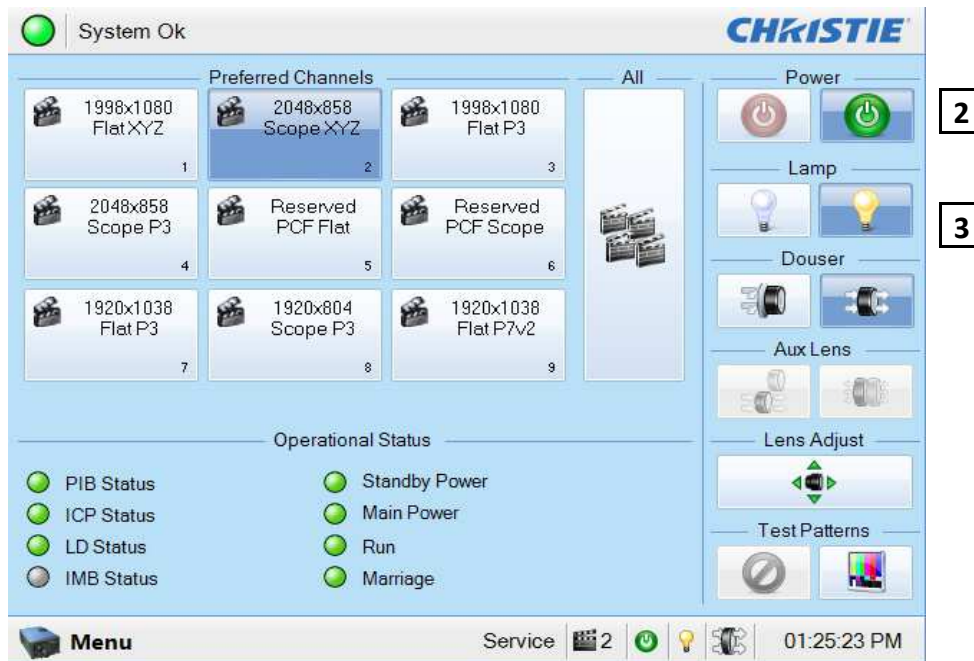

Рис. 3-1 Кнопки включения питания и включения лампы на сенсорной панели управления
3. Нажмите кнопку **Включить лампу** на ТРС и удерживайте ее в течение 1/4 с, чтобы зажечь лампу. См. Рис. 3-1.